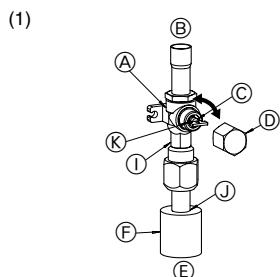

Fig. 4-5
- (1) Lado del gas (Fig. 4-5)
- ① Quite la tapa, tire de la manivela hacia usted y gire 1/4 de vuelta hacia la izquierda para abrir.
- ② Cerciórese de que la válvula de parada esté completamente abierta, empuje la manivela y enrosque la tapa en su posición original.